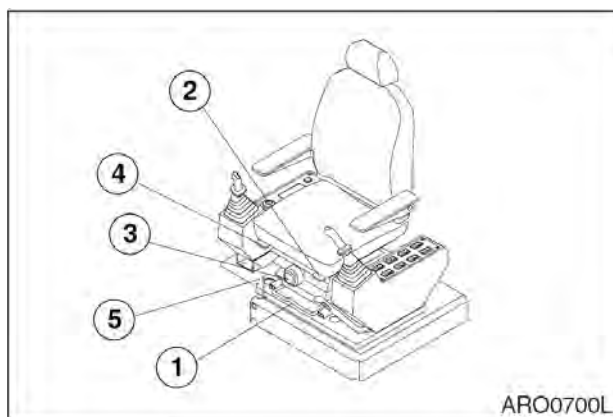

Рис. 100
**РЕГУЛИРОВКА (РИС. 100)** Держа рычаг (1, рис. 100), поднять его, одновременно перемещая сиденье вперед или назад в нужное положение. Отпустить рычаг, когда нужное положение достигнуто. Предел регулировки – 160 мм.
### 2. РЕГУЛИРОВКА НАКЛОНА И ВЫСОТЫ СИДЕНЬЯ (рис. 100)
Нажать рычаг (2, рис. 100) вниз для регулировки угла передней части сиденья.
Потянуть рычаг (2, рис. 100) вверх для регулировки угла задней части сиденья.
### 3. РЕГУЛИРОВАНИЕ НАГРУЗКИ (РИС. 100)
Поворот ручки (3, рис. 100) вправо уменьшает амортизацию. Поворот ручки влево – увеличивает амортизацию. Отрегулировать в соответствии с весом оператора по круговой шкале индикатора веса. Пределы регулирования 50-120 кг.
### 4. РЕГУЛИРОВАНИЕ НАКЛОНА (РИС. 100)
Подняв правый рычага (4,рис. 100), можно двигать спинку сиденья вперед и назад.
**5. ПЕРЕМЕЩЕНИЕ ВСЕЙ КОНСТРУКЦИИ КРЕСЛА ВПЕРЕД /НАЗАД (рис. 100)**